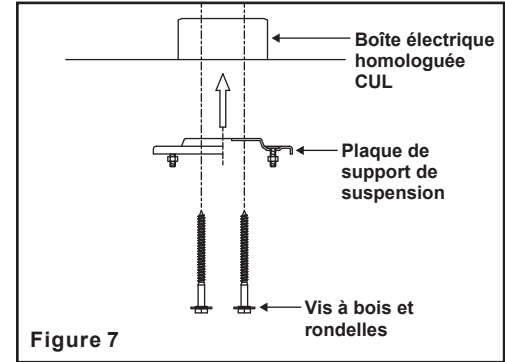

Figure 7
Étape 4. Utilisez les deux vis à bois et les rondelles pour fixer la plaque du support de suspension directement à la solive du bâtiment via les trous défonçables du boîtier électrique. (Fig. 7)